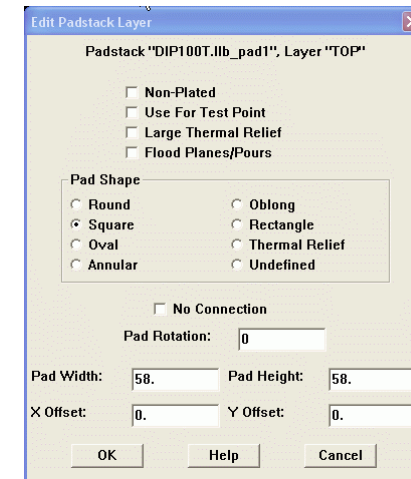

рис. 2-5
Какой ещё формы могут быть Pads (площадки)? Выделите строку **TOP**, затем щёлкните правой кнопкой мыши и войдите с помощью контекстного меню в **<Properties...>** (рис. 2-5).
**рис. 2-5**). Значение параметра «Offset» должно быть меньше, чем половина размера площадки. Иными словами, например, если площадка имеет размеры 50x80, то X и Y Offset могут принимать значения ±24 и ±39.